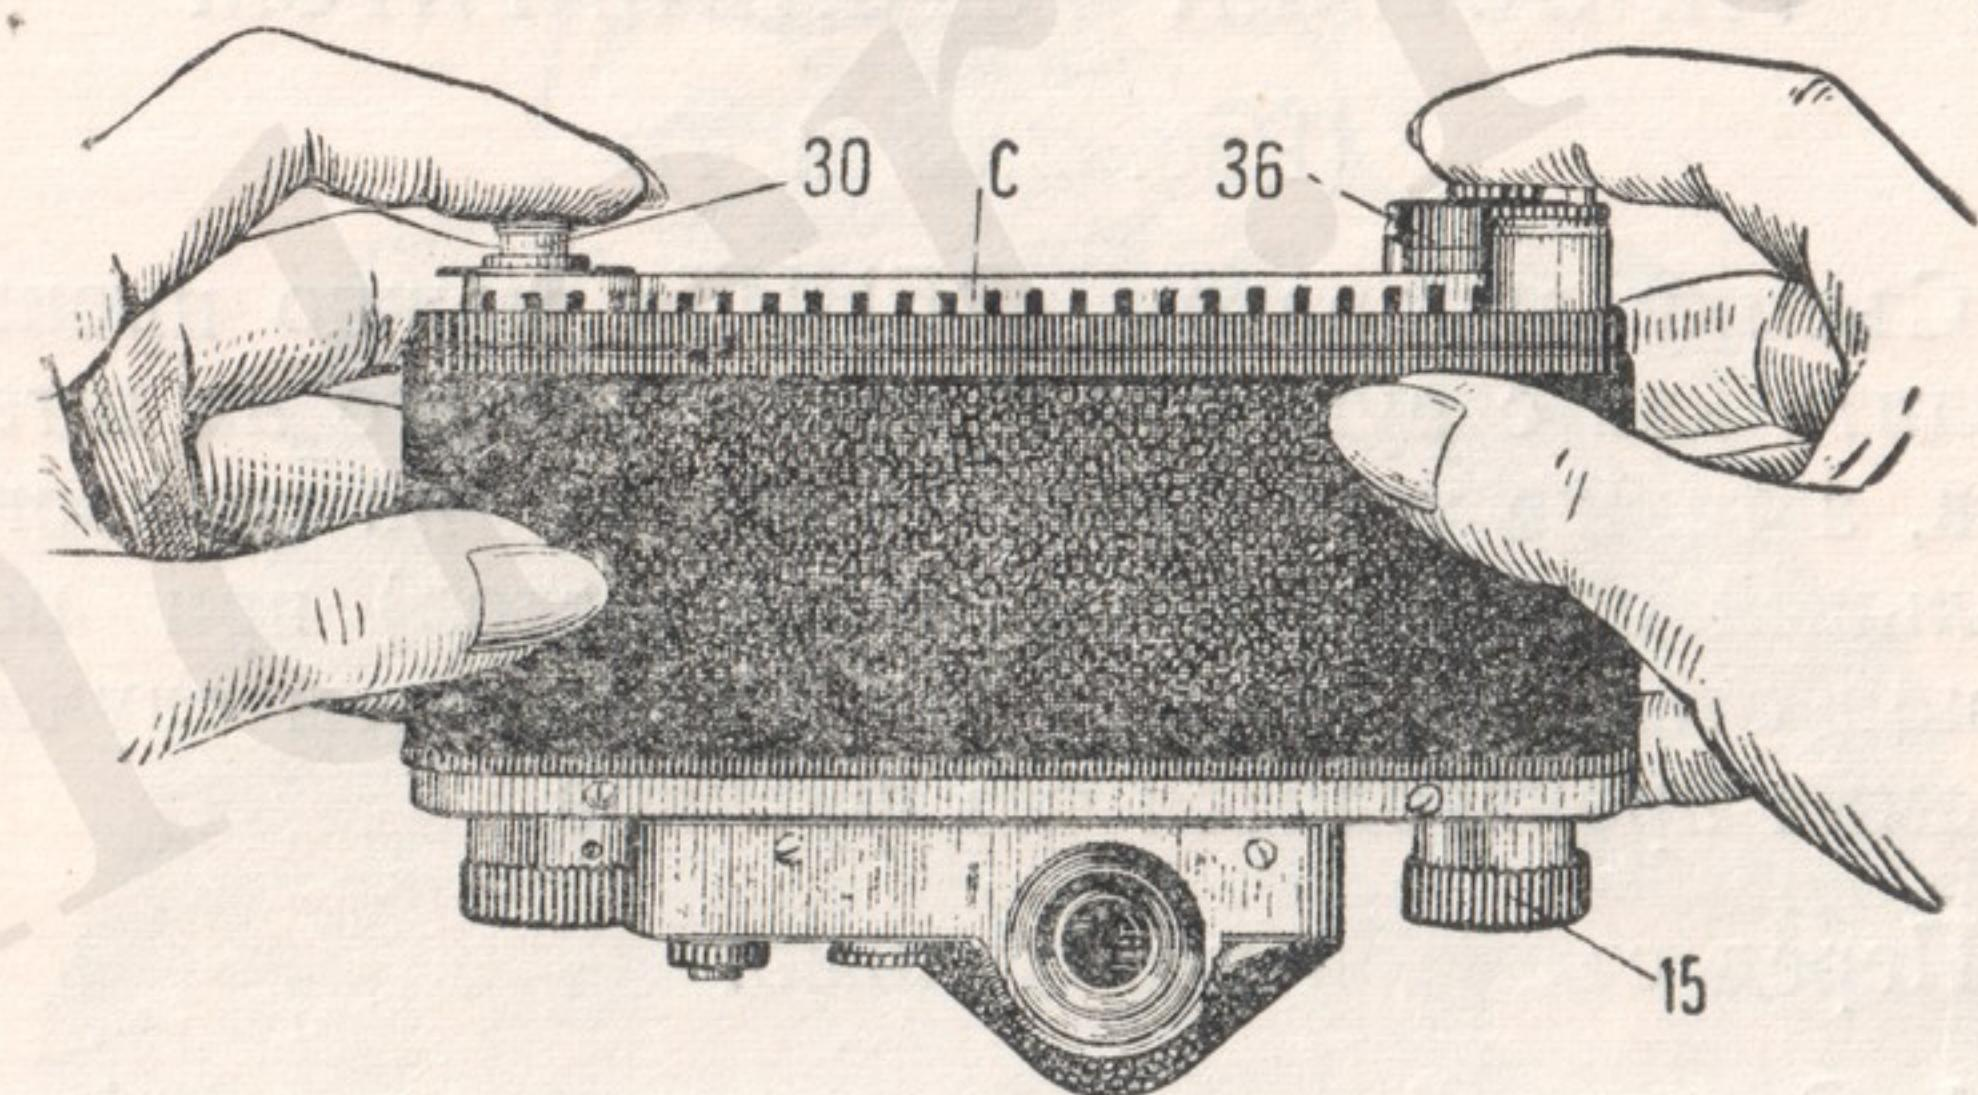

Рис. 11.
4. Открытую камеру поставьте объективом от себя и, придерживая пальцами, как показано на рис. 11, введите пленку в щель «С», равномерно опуская катушку и кассету в гнезда. Если кассета не доходит до места, то следует повернуть головку обратной перемотки 15.